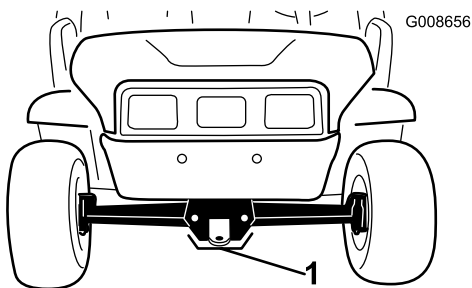

Figura 25
- El punto de elevación de la parte delantera de la máquina se encuentra en la parte delantera del bastidor, detrás del punto de remolque (Figura 25).